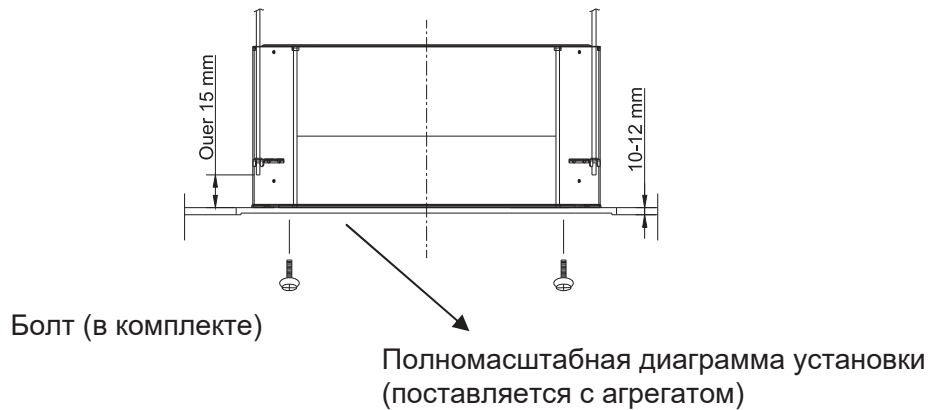

Рис. 8
3. Длина подвесных болтов должна соответствовать расстоянию от нижнего края болта до нижней панели агрегата (более 15 мм), как показано на рис. 8.